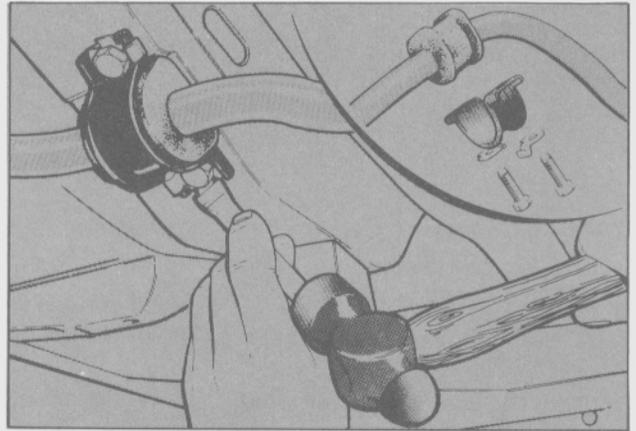

Fig. 13. Montaje de los soportes de la barra estabilizadora a la carrocería.
- Enderezar las trabas de seguridad y retirar los tornillos que aseguran los soportes en "U" de la barra estabilizadora a la carrocería (Fig. 13).
- Bloquear los tornillos de sujeción de los soportes de la barra estabilizadora con las arandelas de bloqueo (Fig. 13).